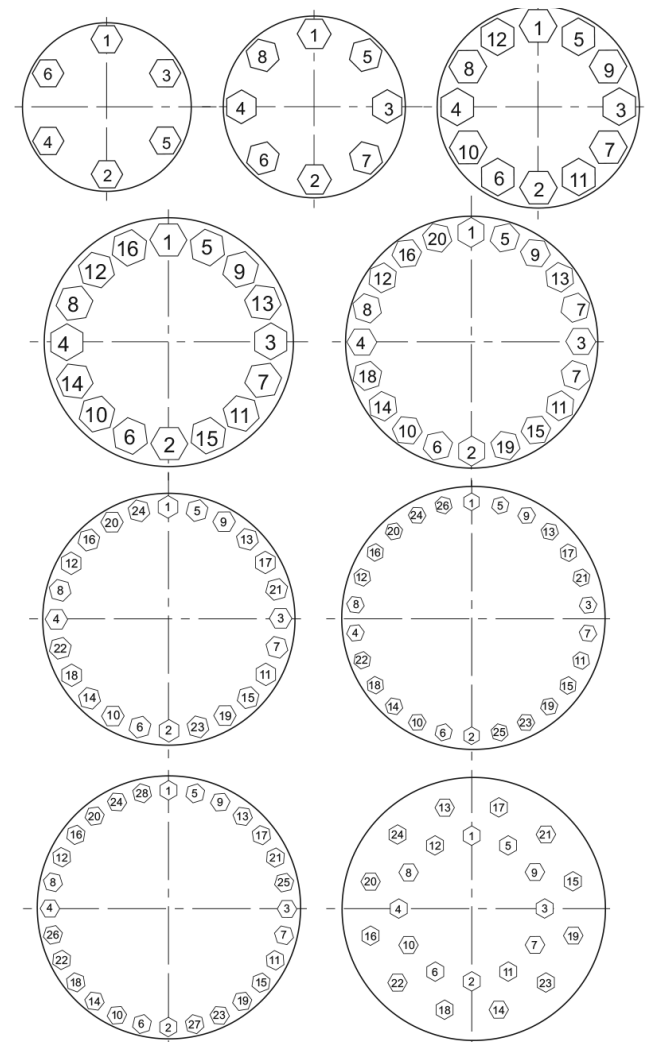

Figura 11. Secvența de strângere a piulițelor (8)
Strângeți uniform piulițele (8), aplicând cuplul indicat în tabelul din Figura 10 și secvența de strângere din Figura 11.